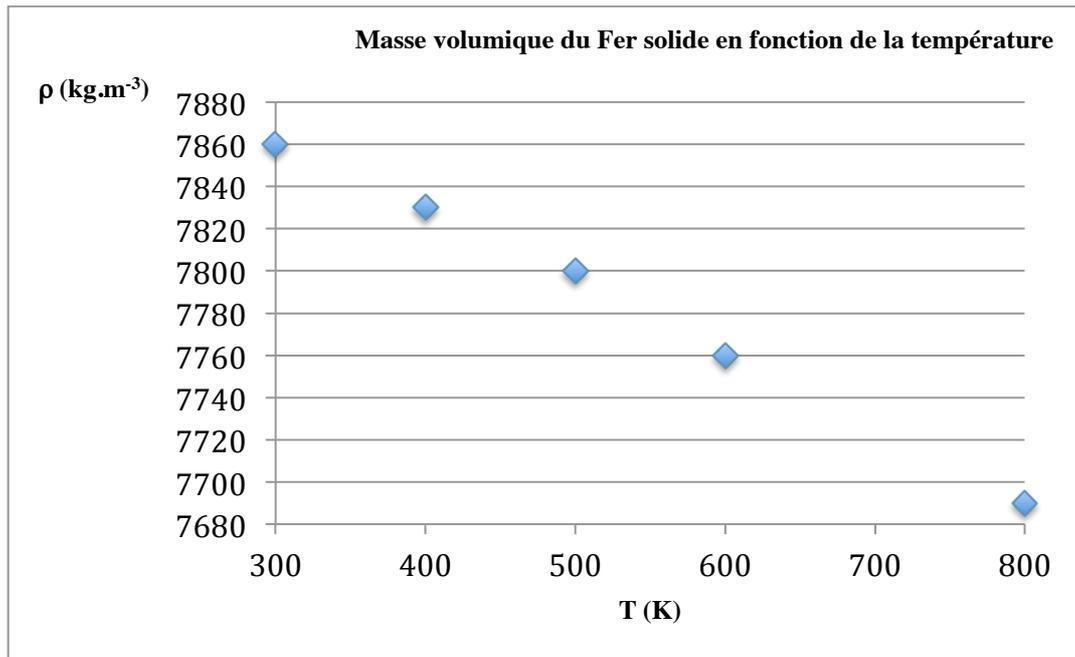

Figure 2 : masse volumique du Fer solide entre 300 et 800 K
- A l'aide des données fournies dans le Tableau 1 et la figure 2 (voir le paragraphe **Propriétés du Fer solide**), proposer une équation permettant de calculer la masse volumique du Fer solide en fonction de la température entre 300 et 800 K.
La figure 2 représente les valeurs de la masse volumique du Fer solide entre 300 et 800 K.
3. On considère le dispositif schématisé figure 1 ci-dessous : un récipient est rempli d'eau liquide à l'aide d'une canalisation fournissant un débit volumique de liquide  $q_{ve}(t)$  variant dans le temps selon la courbe donnée figure 2.